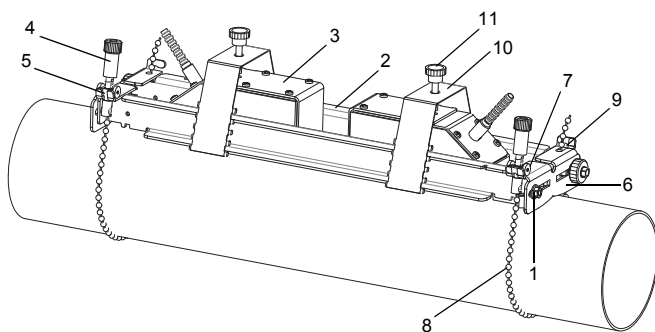

Abb. 8.5: Variofix-Schiene mit Ketten
- Lösen Sie die 4 Schrauben (1) zum Verstellen der Schienen (2) mit einem Schraubenschlüssel M8 (siehe Abb. 8.5).
- Setzen Sie einen Sensor (3) mittig zwischen die Schienen.
- Drücken Sie die beiden Schienen (2) zusammen und ziehen Sie die 4 Schrauben (1) fest. Der Sensor lässt sich verschieben und entnehmen.
- Lösen Sie die Kettenspanner (4), aber drehen Sie sie nicht ganz heraus.
- Wenn die Kette noch nicht in der Schienenhalterung (6) montiert ist:
- Drücken Sie die Beine des Federbügels (10) auseinander und spannen Sie ihn über die Außenseite der Schienen (2). Die Höhe, in der der Federbügel eingerastet wird, hängt von der Höhe des Sensors ab.
- Setzen Sie den Sensor zwischen die Schienen (2). Beachten Sie die Einbaurichtung (siehe Abb. 8.5).
- Schieben Sie den Federbügel (10) über den Sensor, so dass die Rändelschraube (11) über dem Sackloch des Sensors steht.
- Fixieren Sie den Sensor, indem Sie die Rändelschraube (11) leicht anziehen.
- Stellen Sie den Sensorabstand ein, indem Sie die Rändelschraube (11) eines Federbügels (10) lösen und den Sensor verschieben.